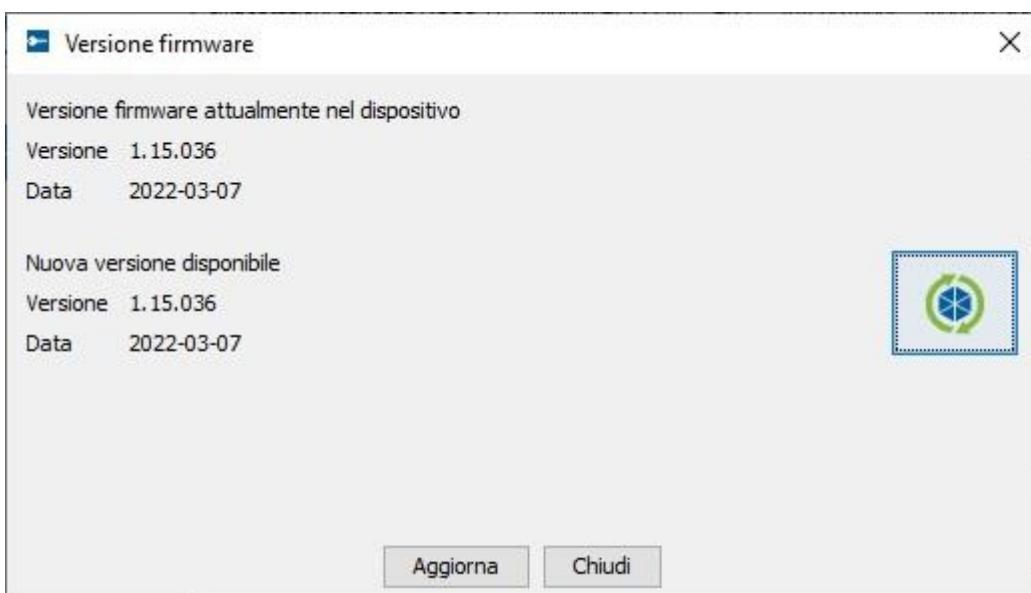

Fig. 12. Finestra di aggiornamento firmware della centrale ACCO-NT.
2. Nella finestra che si apre viene visualizzata la versione attuale del firmware del dispositivo, e l’informazione sulla nuova versione disponibile (vedi: fig. 12).